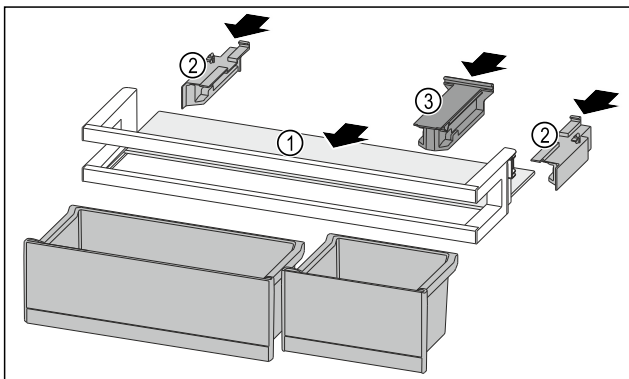

Fig. 128
- ▶ Вдвиньте съемную полку Fig. 128 (1) в боковые пазы.
- ▶ Установите боковые части Fig. 128 (2).
- ▶ Смонтируйте крепление Fig. 128 (3).